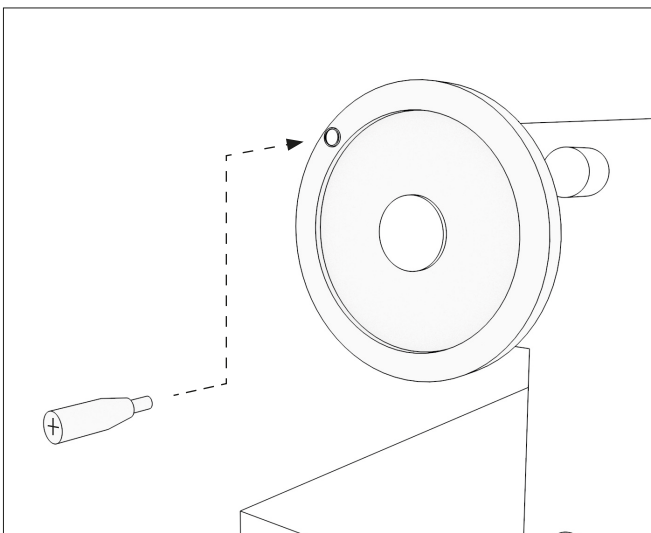

Рис. 10
10.10. Установить регулировочную ручку (рис. 10) вкрутив ее в поворотное колесо крестовой отверткой.